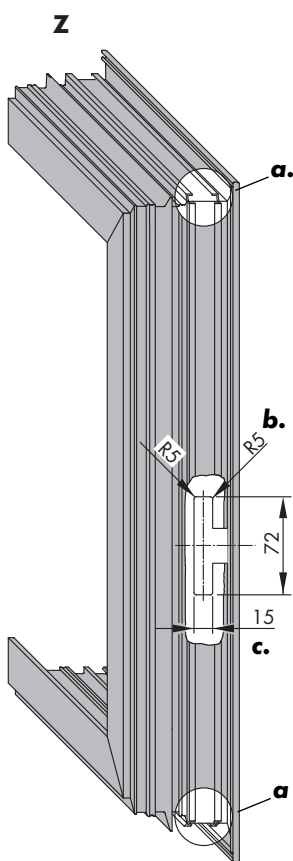

Bild 2
- a. Schubstangenführungsnut öffnen (Bild 2).
- c. Bearbeitung bei Überslaghöhen (USH) 8 mm, 9 mm und 10 mm (Bild 2).
- c.** ESG ALU M6/ESG ALU FBS M6 in die Profilbearbeitung 72 x 15 einlegen (Bild 2).
- e.** ESG ALU M6/ESG ALU FBS M6 mit Kupplungsschraube M6 in die Schubstangenlochung Ø 5,2 verschrauben (PZ 2, Drehmoment 2,75 Nm ± 0,25 Nm) (Bild 2).